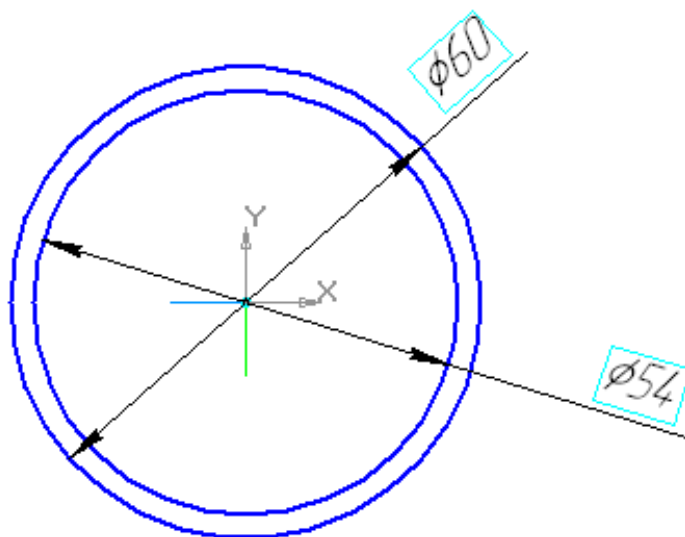

Рис. 4
2. На плоскости ZY создайте эскиз, рис. 4.